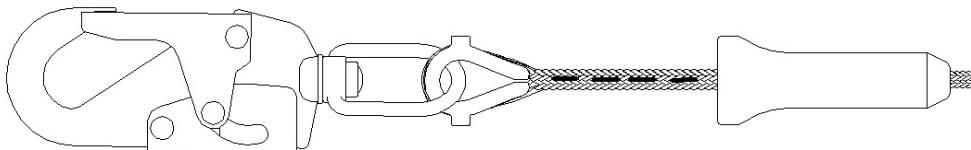

Figure 5
- Câble synthétique : vérifier le fil à coudre qui se trouve à l'intérieur de l'amortisseur et du manchon d'emboîtement de plastique. S'il est le moindrement endommagé, mettre le treuil hors service. Voir la figure 5.